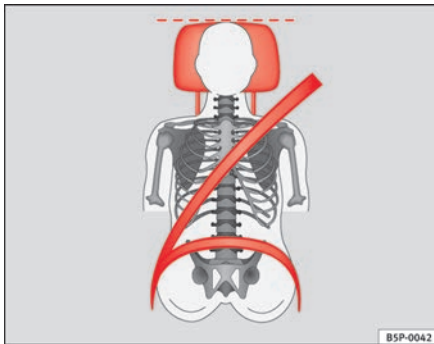
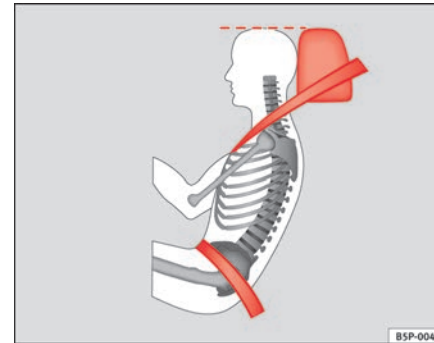

Abb. 87 Von vorne betrachtet: richtig eingestellte Kopfstütze und korrekter Gurtbandverlauf
Abb. 88 Von der Seite betrachtet: richtig eingestellte Kopfstütze und korrekter Gurtbandverlauf
- Stellen Sie die Kopfstützen so ein, dass sich die Oberkante der Kopfstütze möglichst auf einer Linie mit dem oberen Teil Ihres Kopfes bzw. mindestens auf Augenhöhe befindet ⇒ Abb. 87 und ⇒ Abb. 88.